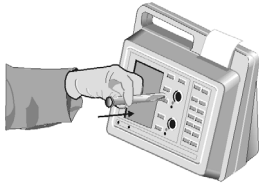

Figure 9. Insertion du tube à essai dans le puits
3. Insérer le tube à essai dans le puits (Figure 9 ci-dessous). Tourner rapidement le tube dans le sens des aiguilles d'une montre (un tour). L'écran affiche brièvement DETECTING MAGNET PLEASE WAIT (Détection de l'aimant, veuillez patienter).